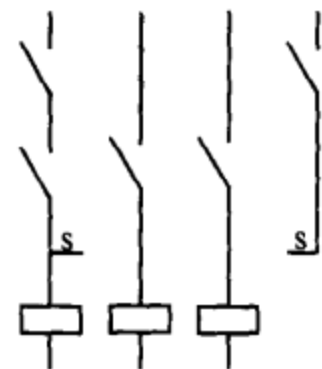

图 1-5 穿越图面的中断线
①当穿越图面的连接线较长或穿越稠密区域时, 允许将连接线中断, 在中断处加相应的连接标记。如图 1-5 所示, S-S 连接线穿越几根线, 采用中断线表示, 图面比较清晰。